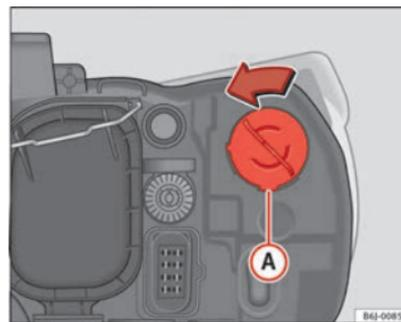

Fig. 155 Feu clignotant
- Tournez la douille d'ampoule ⇒ fig. 155 **A** vers la gauche puis tirez.